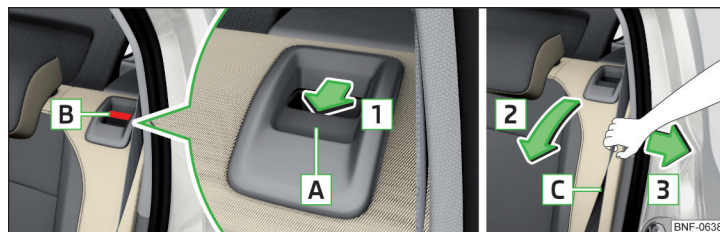

Fig. 54 Plegar hacia adelante el respaldo / tirar la correa hacia el revestimiento lateral
- Presionar el tirador de desbloqueo **A** en el sentido de la flecha **1** e inclinar el respaldo en el sentido de la flecha **2** » fig. 54.
- » Tirar el cinturón de seguridad [C] hacia el revestimiento lateral en el sentido de la flecha [3] » fig. 54.